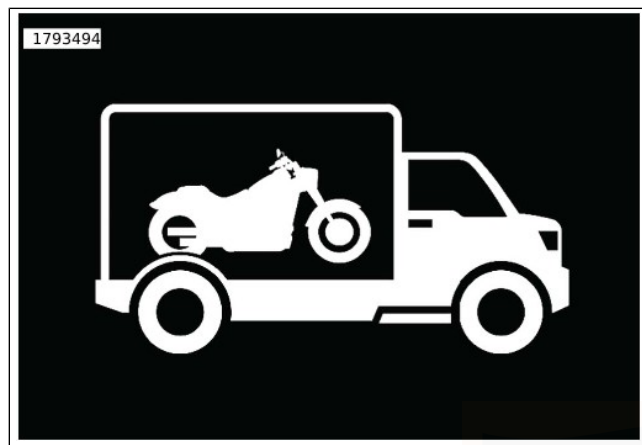

Abbildung 24. Transportmodus-Anzeige
4. Siehe Abbildung 24. Nach der Aktivierung wird auf der IFCU ein Transportmodus-Symbol angezeigt, das darauf hinweist, dass sich das Sicherheitssystem im Transportmodus befindet.